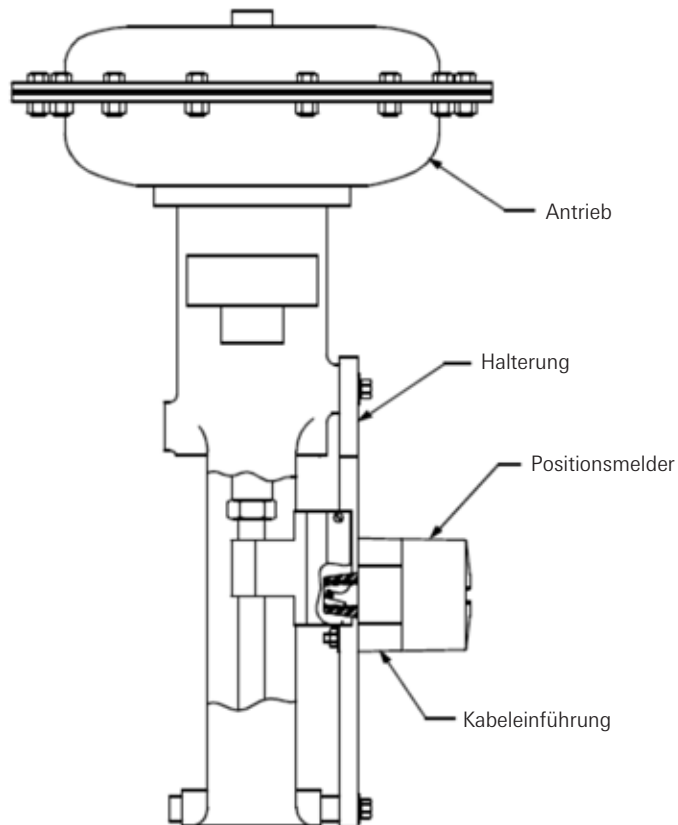

Abbildung 2-5
Schritt 2. Montieren Sie das Gehäuse des Wegaufnehmers so, dass die Kabeleinführung von der Membran/dem Zylinder weg weist. (Siehe Abbildung 2-5 A.)